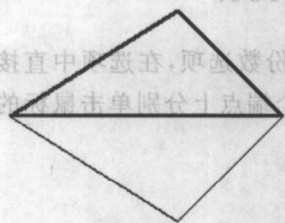

图 2-2-39
(20)  对称粘贴:选中对称粘贴工具后,先用鼠标单击两个点作为对称轴。然后单击需要做对称的点或线(此点或线可以依次单击选取也可以单击空白处拖出一矩形框选取)。被选中的点、线就被对称复制,最后按右键确认(图 2-2-39)。